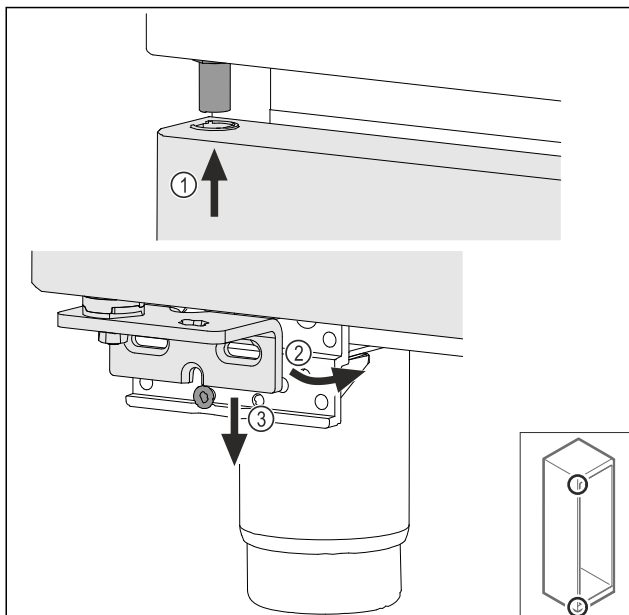

Fig. 74
- ▶ Lehce naklopená dvířka zasuňte nahoře Fig. 74 (1), dvířka narovnejte Fig. 74 (2) a nasad'te je dole na šroub stojanu ložiska Fig. 74 (3).